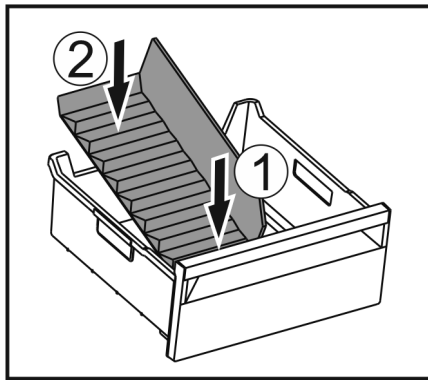

Fig. 118
► 装入冰格分隔器前部。 Fig. 118 (1)
► 将冰格分隔器后部放低至抽屉底板。 Fig. 118 (2)